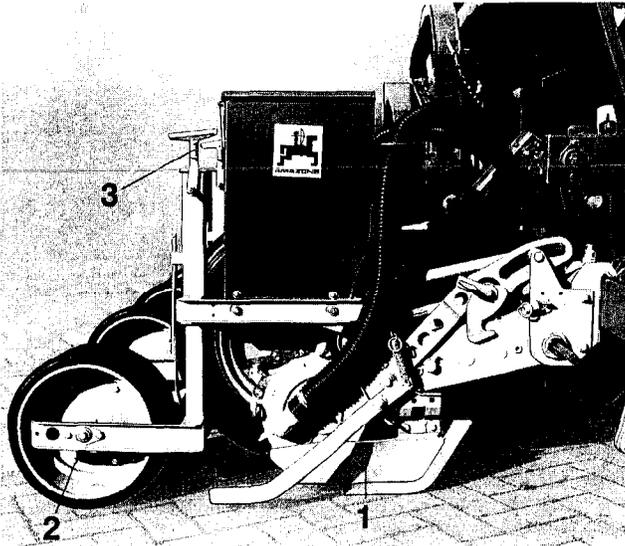
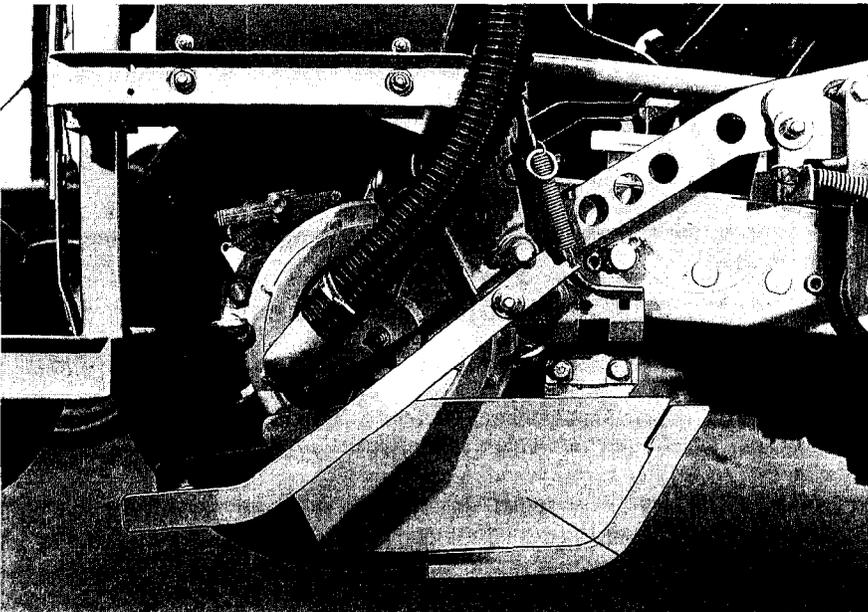
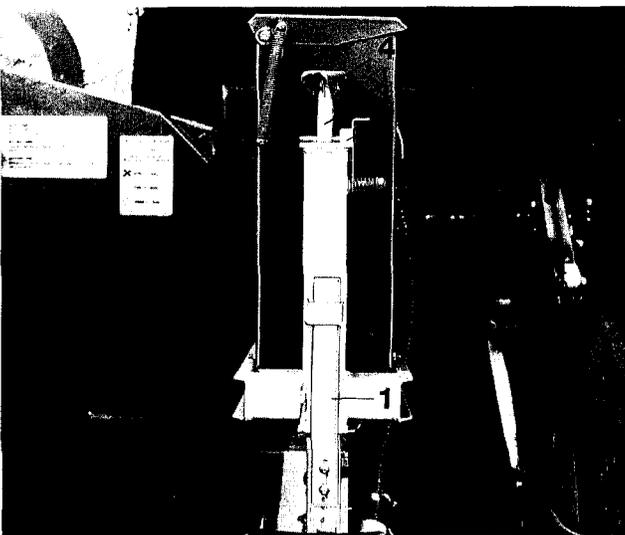

Fig. 39
Fig. 40
Fig. 41
Die Ablagetiefe ist bei dem serienmäßigen Säschar (Fig. 39/1) von 0-8 cm und mit dem Bohnensäschar (Fig. 40/1) (Sonderausstattung) von 0-12 cm stufenlos einstellbar. Die auf der Skala (Fig. 41/1) angegebenen Ziffern repräsentieren jeweils eine bestimmte Ablagetiefe, wobei die Ablagetiefe über die Druckrolle (Fig. 39/2) mittels der Spindel (Fig. 39/3) wie folgt eingestellt wird :
- Sicherungsblech (Fig. 41/2) der Spindel (Fig. 41/3) gegen selbsttätiges Verdrehen verschwenken.
- Spindel über Knebel (Fig. 41/4) verdrehen und gewünschte Ablagetiefe einstellen.